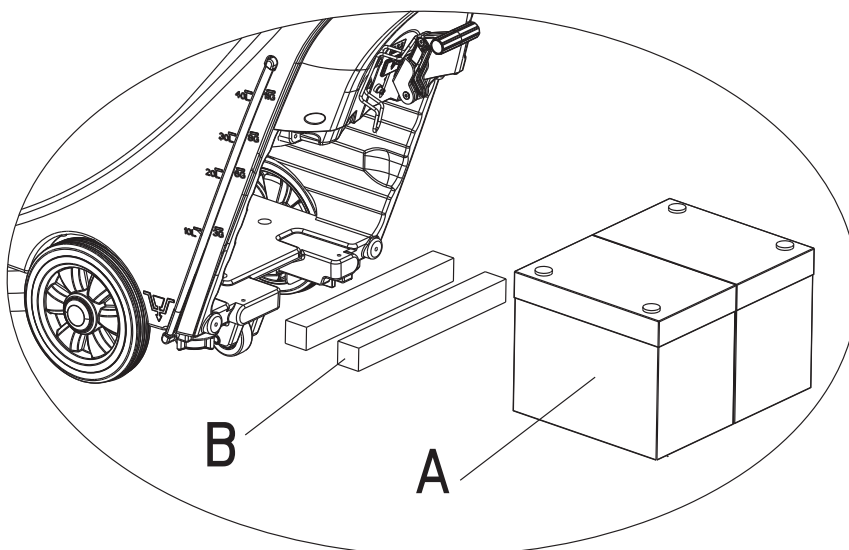

FIGURE 6
- 1) Pour une batterie dont la longueur est inférieure à 270 mm, utilisez 2 baguettes de fixation (B, figure 6) ; placez-les côte à côte à l'intérieur de la batterie du réservoir d'eau.
- 2) Pour une batterie dont la longueur est comprise entre 270 mm et 310 mm, utilisez 1 seule baguette de fixation (B, figure 6) et placez-la à l'intérieur de la batterie du réservoir d'eau.